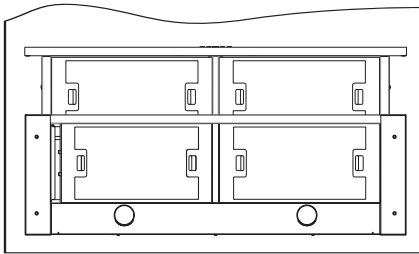

Abb.9: Metallfettfilter entnehmen, bzw. einsetzen
- Zum Wiedereinsetzen den trockenen Metallfettfilter unten mit den Laschen einsetzen, Griffleiste drücken, Filter nach hinten in den Rahmen einsetzen und Griffleiste loslassen, damit der Filter in den Rahmen einrastet (⇒ Abb. 9).
Um die Aktivkohlefilter einzusetzen, muss zuerst der Metallfettfilter entfernt werden (⇒ Abb.9 + 10).